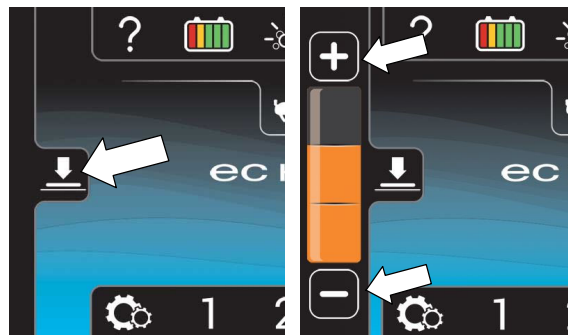

ABB. 50
- Drücken Sie auf das Anpress- Symbol, um die Anpress- Tabelle anzuzeigen (Abbildung 50). Drücken Sie auf das Symbol (+), um den Anpressdruck zu erhöhen. Drücken Sie auf das Symbol (-), um den Anpressdruck zu verringern.